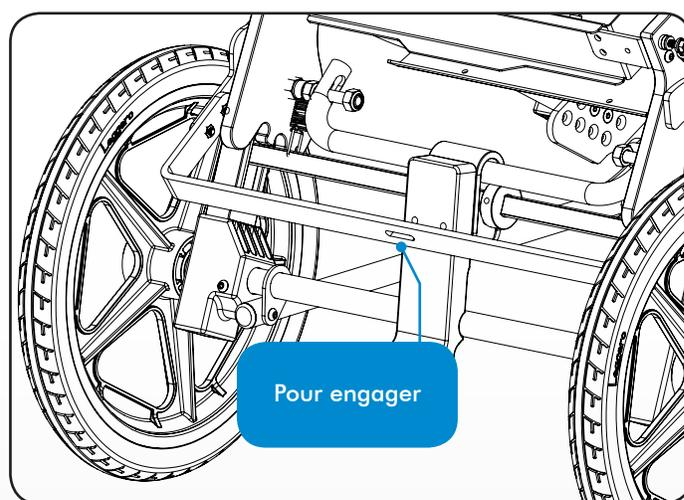

Figure 2
1. Pour engager le verrouillage des roues, tirez le centre de la barre transversale vers le haut avec votre pied. Consultez figure 2.